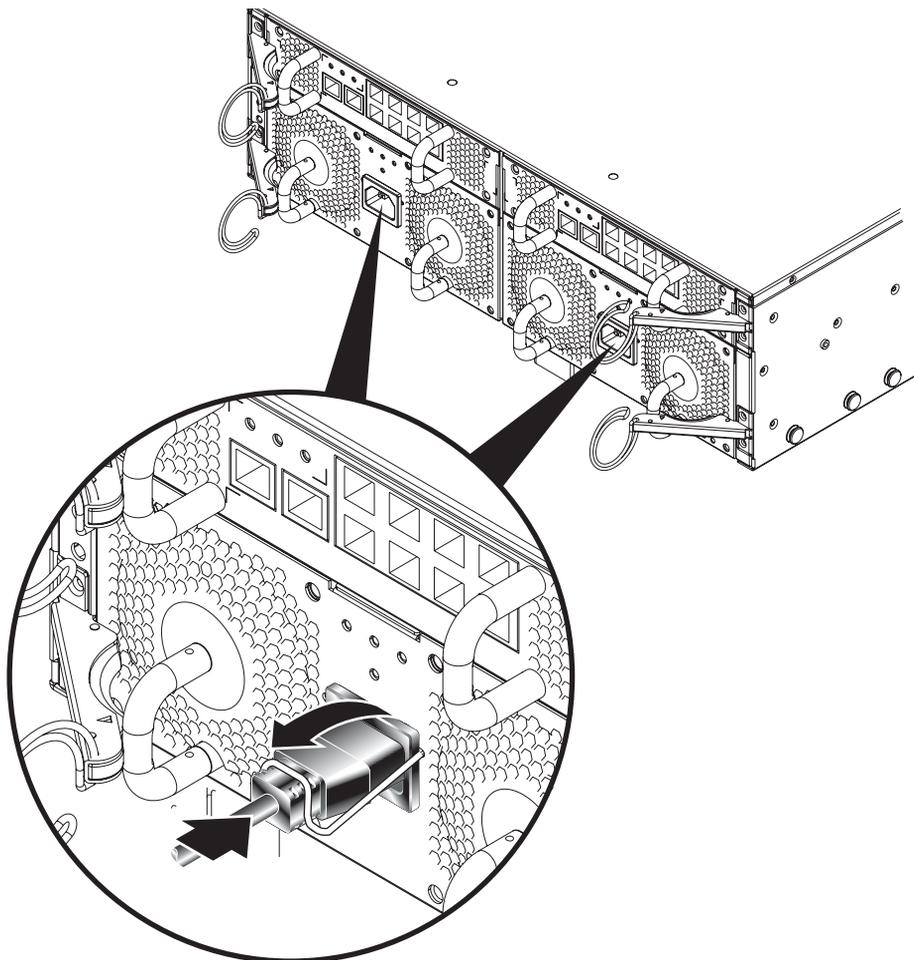

FIGURE 5-3 Fixation de la pince de serrage du cordon d'alimentation
3. Utilisez la pince de serrage du cordon d'alimentation pour maintenir ce cordon en place (FIGURE 5-3).